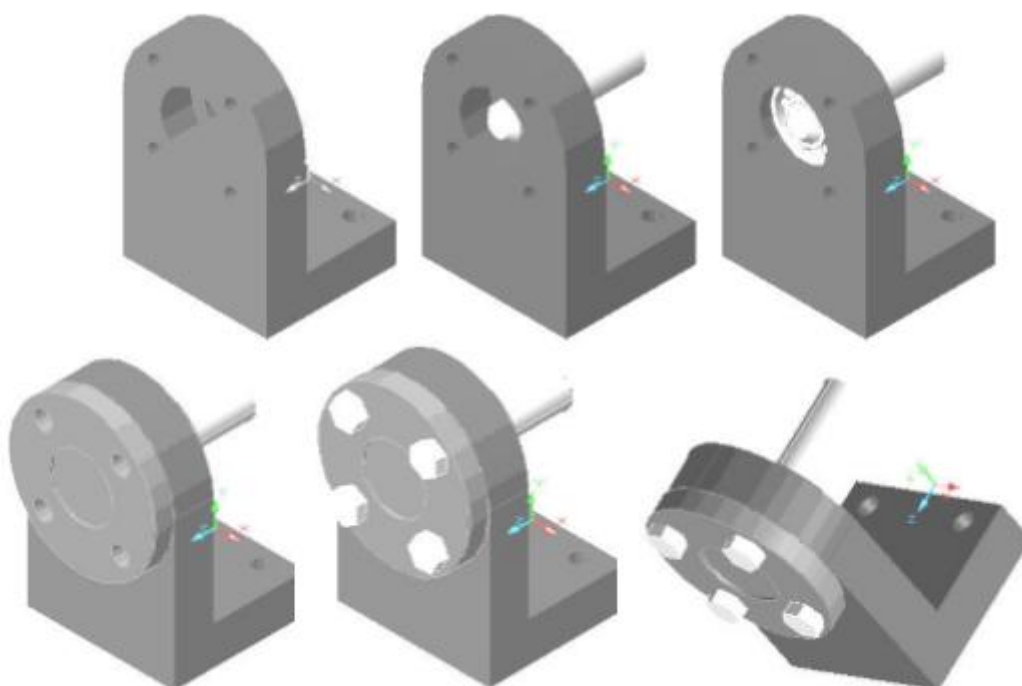

Рис. 29
2) Збирають всі деталі у вузел (рис.29).